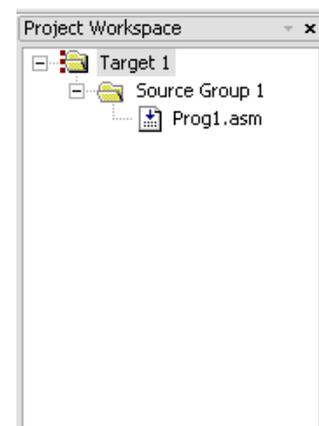

Рисунок 10
- г) Воспользоваться пунктом **Add Files to Group...** и выбрать файл программы (*.ASM) в открывшемся диалоговом окне. Имя файла программы должно появиться в окне проекта (см. рисунок 10).